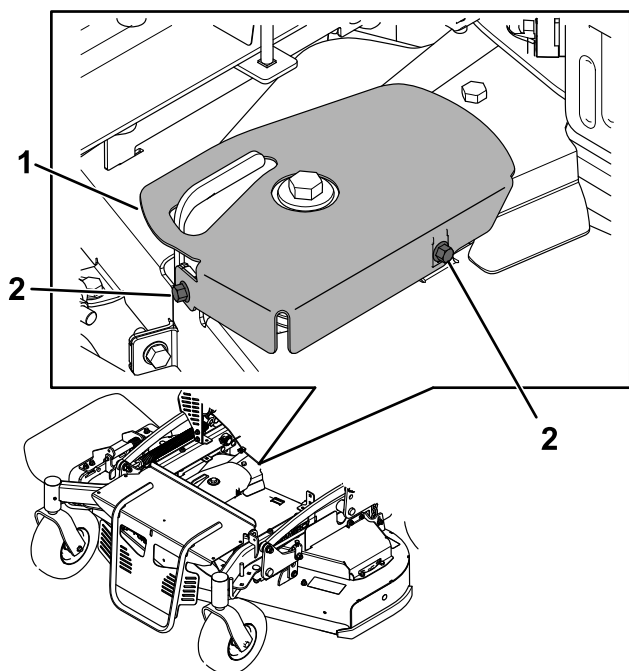

Bild 37
2. Entfernen Sie die Riemenabdeckung (Bild 37).
4. Setzen Sie die Riemenabdeckung ein (Bild 37).